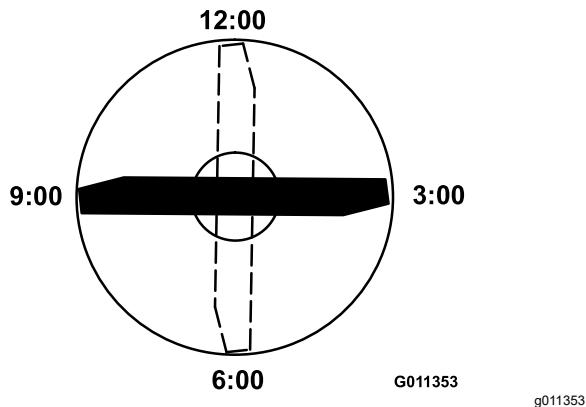

Figura 14
4. Orientate il tagliente dell'estremità marcata della lama sulle ore 12 (esattamente in avanti, nel senso di falciatura) (Figura 14) e misurate l'altezza tra il banco e il tagliente della lama.
5. Ruotate l'estremità marcata della lama sulle ore 3 e sulle ore 9 (Figura 14) e misurate le rispettive altezze.